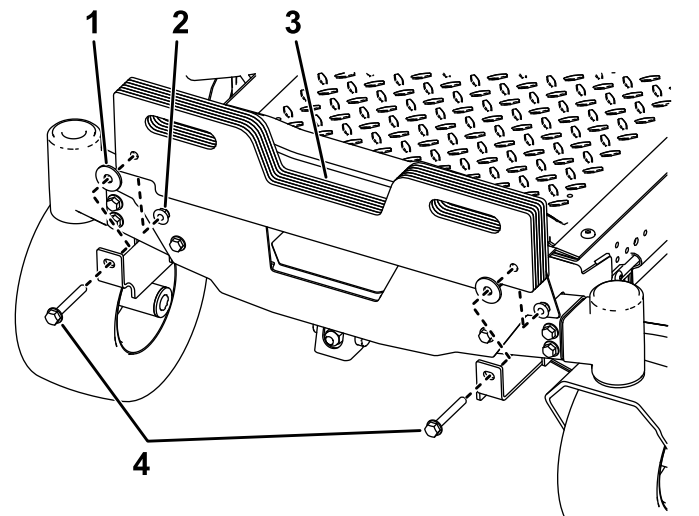

Figura 13
5. **Solo per macchine con sistema di raccolta:** montate sulla macchina le zavorre aggiuntive a valigetta incluse con 2 bulloni ($\frac{3}{8}$ " x $3\frac{3}{4}$ ") nella quantità indicata dalla tabella sottostante (Figura 13).